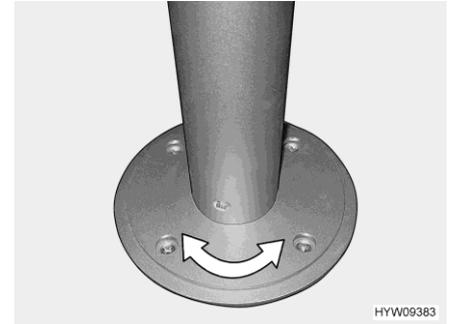

Fig. 65 Base de pedestal (giratoria)
- Girar el tablero de la mesa a la posición deseada. Para ello, se requerirá un poco de esfuerzo ya que el tablero de la mesa gira contra la resistencia por fricción en la base de pedestal (Fig. 65).